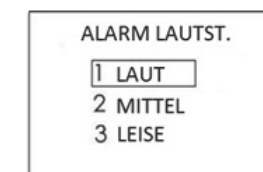

Abb. 47: Alarm Lautstärke Einstellungen
- Es kann zwischen drei Alarm Lautstärken gewählt werden. Benutzen Sie die **↶** -Taste und die **↷** -Taste zur Navigation und bestätigen Sie Ihre Auswahl mit der **ENTER SET** -Taste. (Abb. 47).